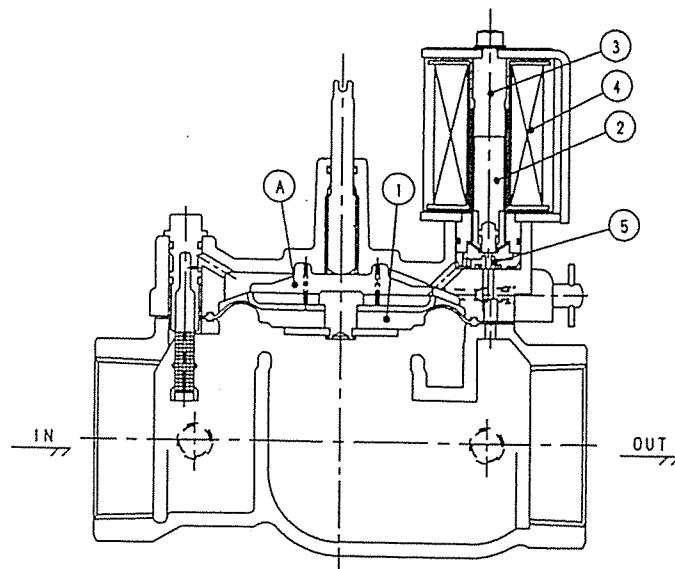

図19
コイル④に通電するとプランジャ②がコアー組立③に吸着しダイアフラム組立上部Ⓐ室の流体がパイロット弁座⑤を通りOUT側へ流れます。この瞬間Ⓐ室の圧力はIN側圧力より低くなり、圧力差が生じます。この圧力差によりダイアフラム組立①が上昇し、通水状態になります。(図19参照)